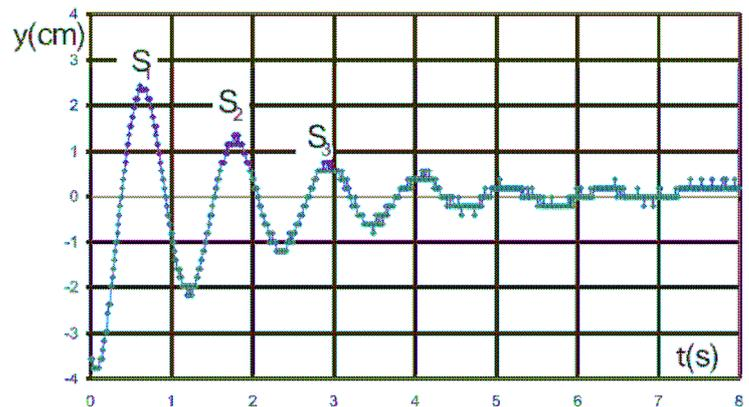

Figure 3
c) À partir des résultats expérimentaux fournis en figure 3 déterminer la valeur numérique de la longueur  $L$  des fils de suspension.
B.2) La figure 3 correspond à un enregistrement effectué pour une valeur particulière de  $\alpha$ . On précise les coordonnées des trois premiers maxima locaux  $S_1(t_1, y_1)$ ,  $S_2(t_2, y_2)$  et  $S_3(t_3, y_3)$  avec :